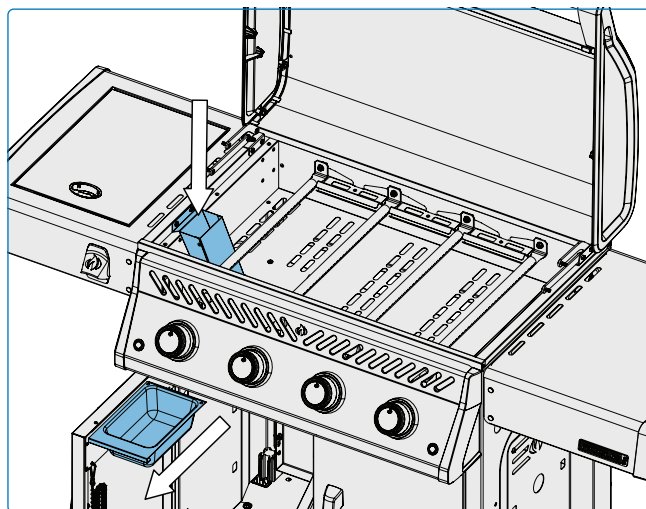

Fig. 12
1. Une fois que l'appareil a complètement refroidi, retirez avec précaution le plateau d'égouttage du chariot de l'appareil, sans le faire basculer. (**Fig. 12**).